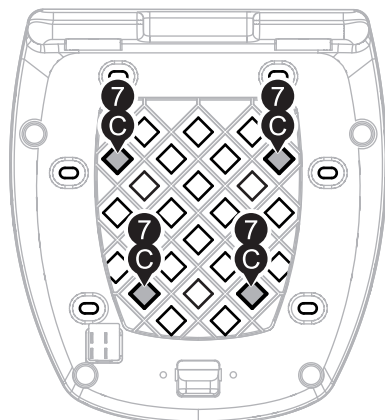

Abbildung 1 / Illustration 1
Benutzen Sie für die Montage der T-RaY Basisplatten die beiliegenden Anbauteile sowie die Schrauben (7). Verschrauben Sie die Basisplatte an den in **Abbildung 1** und **2** gezeigten Anbaupunkten. Die übrigen Anbauteile entfallen bei der Montage.